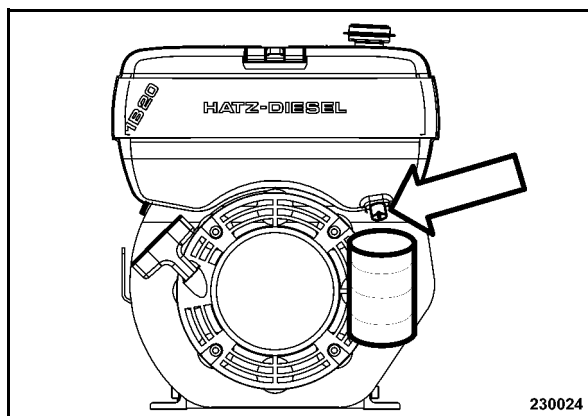

Fig. 36
- Colocar un recipiente transparente (Fig. 36) debajo del agujero de descarga.